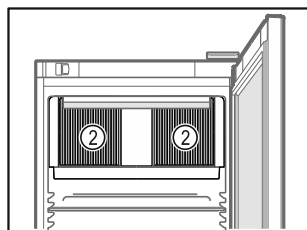

Fig. 61
- Тримати відкритою вентиляційну щілину Fig. 61 (2) вентилятора циркуляційного повітря у внутрішній камері.